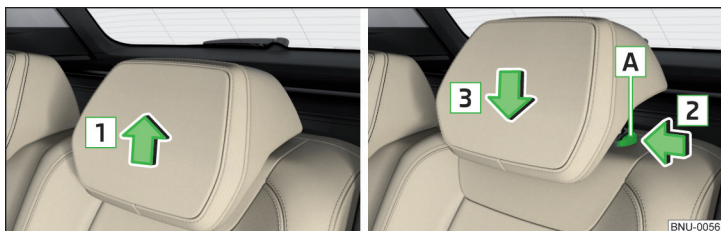

Fig. 90 Reglarea pe înălțime a tetierei spate
- Prindeți tetiera și deplasați-o **în sus** în sensul săgeții **1** » fig. 90.